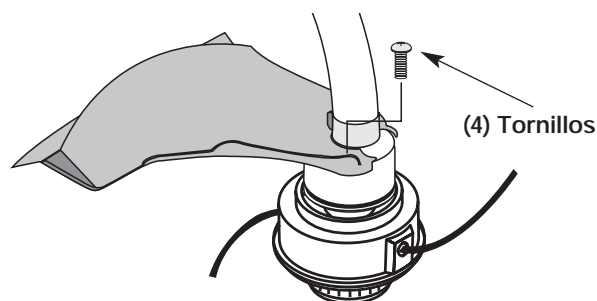

Figure 6
3. Instale los cuatro (4) tornillos con un destornillador en cruz (Fig. 6).